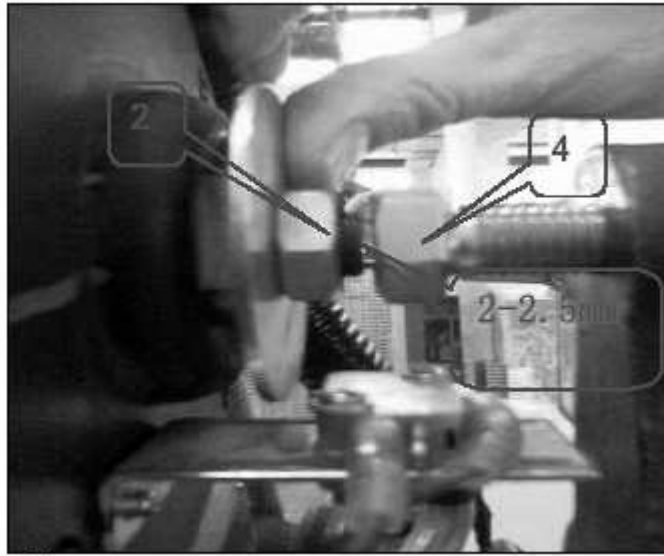

Рис. 5
- Толкните сердечник тормоза внутрь в ручную, как показано ниже на Рис. 5
- Между **Болтом 4** и **Болтом 2** должен быть зазор 2-2,5 мм, как показано на Рис. 5